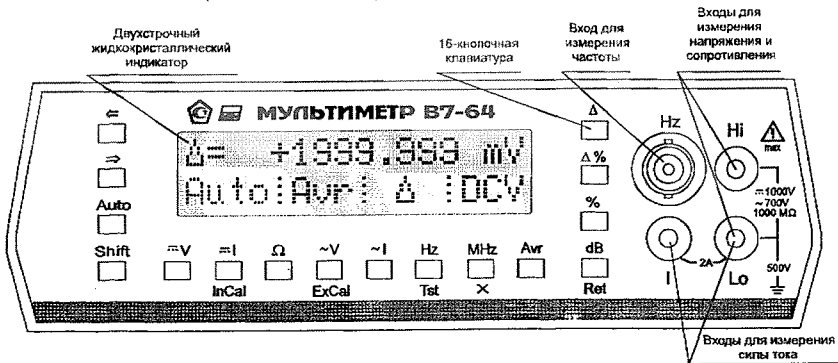

Рис. 10.1
10.1.1. Передняя панель прибора показана на рис.10.1. На ней расположены органы управления и индикации, а также входные клеммы прибора.
10.4.1. Имеется только три варианта подключения источника сигнала к входным клеммам мультиметра (см. рис.10.1):